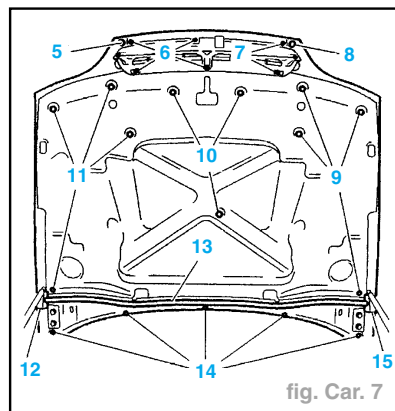

fig. Car. 7
- Déposer (fig. Car. 7) :
- les cales mousses (12) et (15) (collées),
- le joint d'étanchéité (13), à l'aide de l'outil 7504-T,
- l'enjoliveur d'auvent (vis (14)),
- l'insonorisant (pions (9), (10) et (11)), à l'aide de l'outil 7504-T,
- la calandre (vis (6) et (7)),
- les butées caoutchouc (5) et (8).